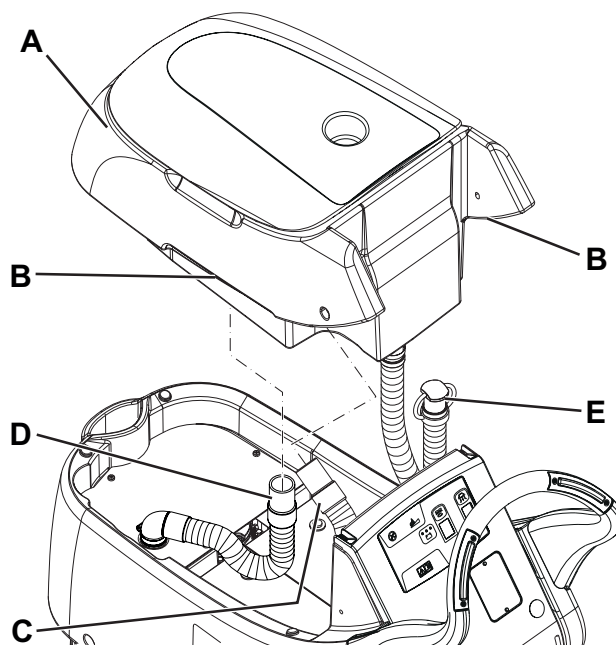

Рис. 5
1. Опорожните бачок с восстанавливающей водой (16), как показано в соответствующем разделе.
4. Отсоедините спускной шланг восстанавливающей воды (11) от держателя.
5. Захватите бачок с восстанавливающей водой (А, Рис. 5) в зоне (В) и слегка сполосните его.
7. Отсоедините шланг (D) от решетки вакуумного бачка.